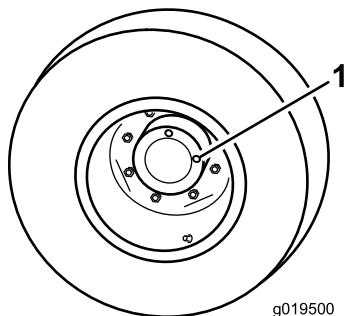

Figure 88
1. Amenez la machine sur une surface plane et horizontale, tournez la roue de sorte qu'un bouchon de contrôle (Figure 88) soit à la position 12 heures et l'autre à la position 3 heures.
1. Bouchon de contrôle/vidange (2)
2. Retirez le bouchon qui est à la position 3 heures (Figure 88).